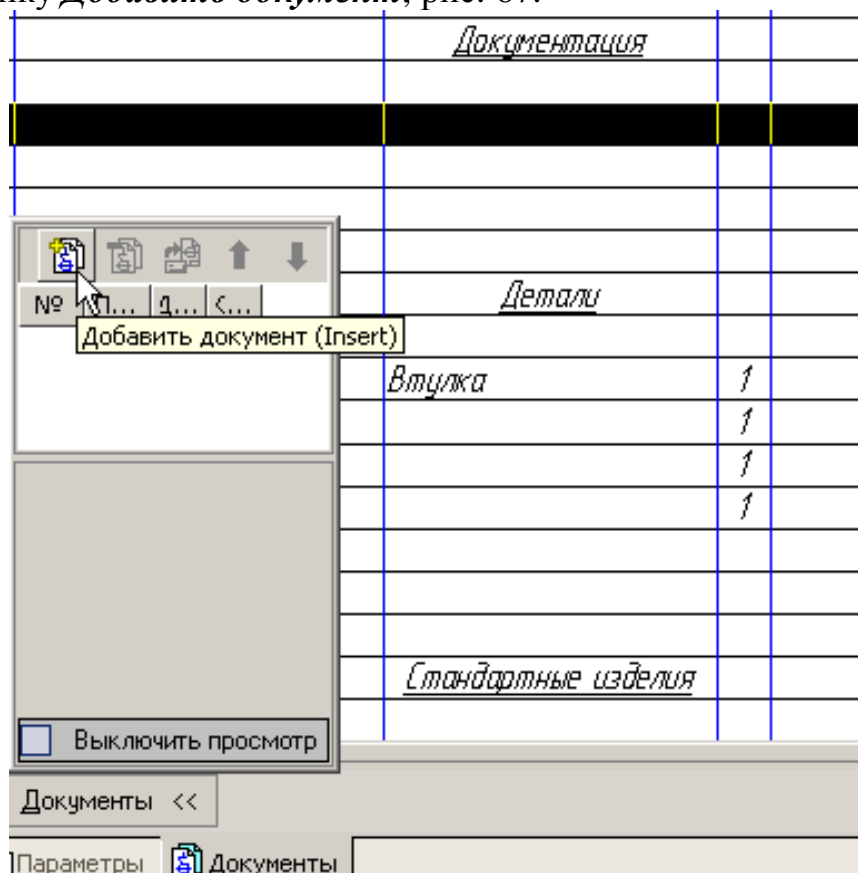

Рис. 67
- 2) В строке параметров откройте вкладку *Документы* и нажмите кнопку *Добавить документ*, рис. 67.